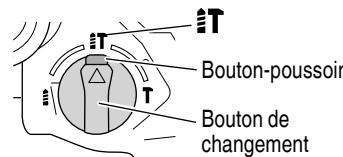

Fig. 18
- Ce marteau rotatif peut être réglé sur le mode de rotation et percussion en appuyant sur le bouton-poussoir et en plaçant le bouton de changement sur le repère (Fig. 18).